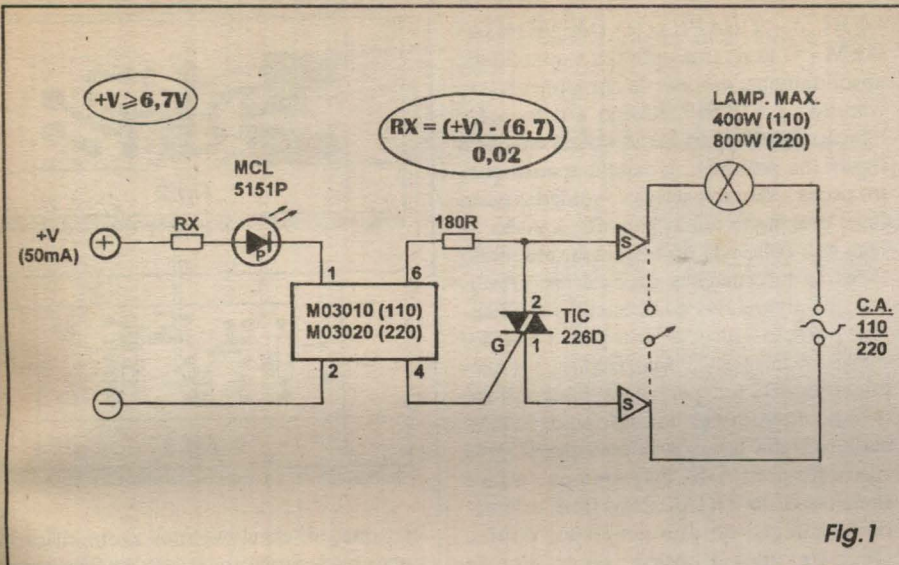

Fig. 1
- FIG. 1 - DIAGRAMA ESQUEMÁTICO DO CIRCUITO - A extrema simplificação do circuito se deve ao melhor aproveitamento das características e parâmetros de três componentes ativos arranjados num conjunto pouco ortodoxo - porém funcional: no centro do circuito temos um acoplador óptico do tipo MOC3010 (para 110 VCA) ou MOC3020 (para 220 VCA), que internamente apresenta, entre seus terminais 1 e 2, um LED infra-vermelho (**anodo** ao pino 1 e **catodo** ao pino 2...). Este LED interno, quando energizado, aciona um foto-DIAC (tam-